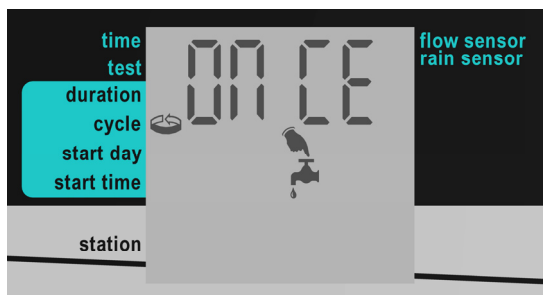

Figura 21: Pantalla de ciclo
1. Pulse $\leftarrow$ hasta que aparezca la pantalla Cycle (Figura 21). El mensaje "OncE" [una vez] aparecerá por defecto, indicando que el patrón del ciclo fue establecido para una sola vez.
1. Pulse $\leftarrow$ hasta que aparezca la pantalla Cycle (Figura 21).